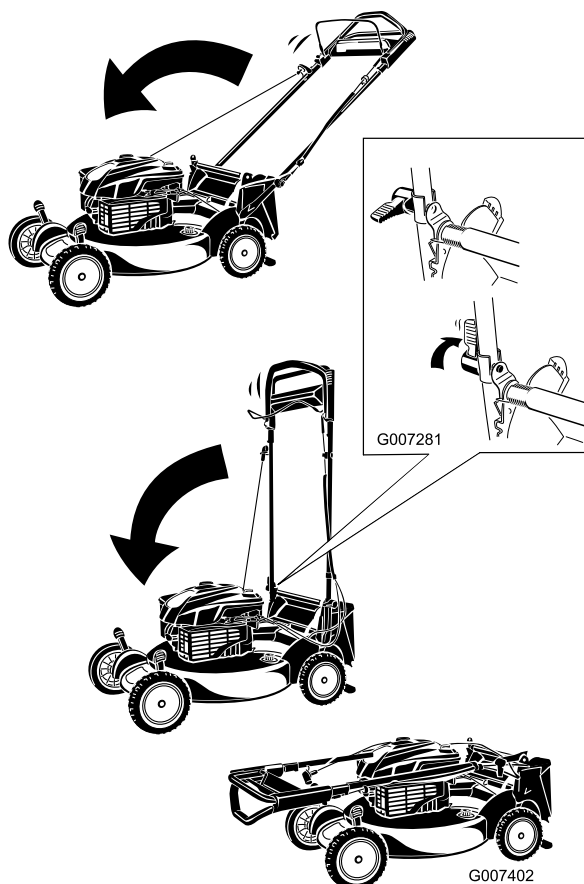

Figure 43
1. Pliez la partie supérieure du guidon en avant (Figure 43).